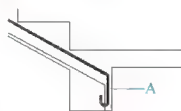

图 5.83 修整辅助线
② 用【圆角】命令将右侧平台梁处的辅助线修整至如图 5.83 所示的状态。